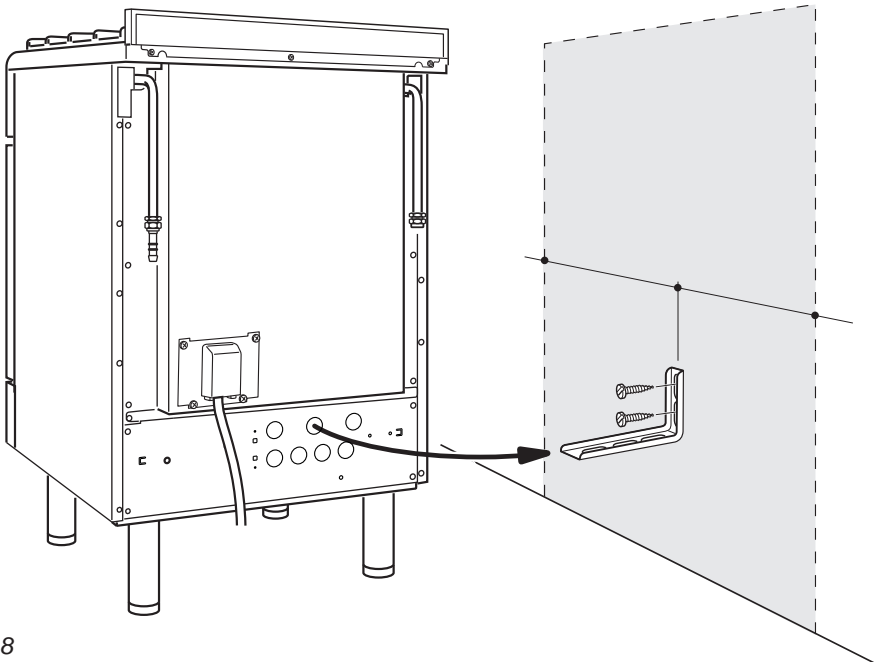

Fig. 7.8
4. Avvicinare la cucina alla parete e regolare l'altezza della staffa antiribaltamento in modo che possa inserirsi nella fessura sul retro della cucina, come mostrato in fig. 7.8.